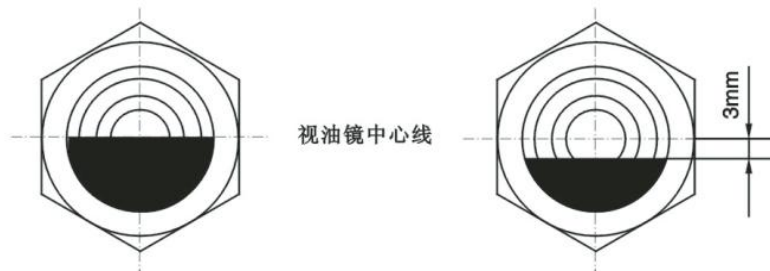

图 8：油面视窗
■ 在使用中若发现润滑油发黑或高于油位视镜中心 2mm，则说明油已变质或有杂质，需换新的润滑油，若油位低于视镜中心 2mm，则需将油补充道视镜中心位置，见图 8。